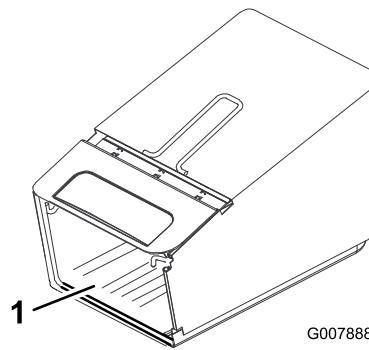

Figura 7
2. Verificate che i lati della base del cesto siano **all'interno** del telaio del cesto stesso, come illustrato nella Figura 7.